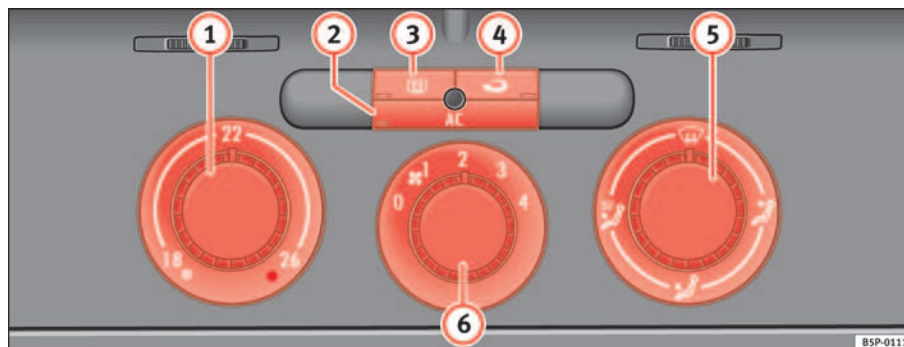

Fig. 123 Mandos del Climatic en el tablero de instrumentos
- Con los reguladores ⇒ fig. 123 ① y ⑤ y con el mando ⑥ se regula la temperatura, la distribución del aire y la velocidad de la turbina.
- Pulse la tecla ②, ③ o ④ para activar o desactivar la función correspondiente. Cuando la función está activa, la ventana situada en la esquina inferior de la tecla se ilumina.
- ① Regulador de temperatura ⇒ página 160
- ② Tecla – Encender o apagar el grupo refrigerador ⇒ página 160
- ③ Tecla – Luneta térmica. Esta función se apaga automáticamente aproximadamente 20 minutos después de haberla conectado. Se puede desconectar antes pulsando de nuevo la tecla.
- ④ Tecla – Recirculación de aire ⇒ página 162
- ⑤ Regulador de la distribución de aire ⇒ página 160
- ⑥ Mando de la turbina. El caudal de aire tiene 4 niveles de ajuste. La turbina debería funcionar siempre en el nivel más bajo cuando se circule a poca velocidad.
- Encienda el climatizador con la tecla ⇒ **página 159, fig. 123**